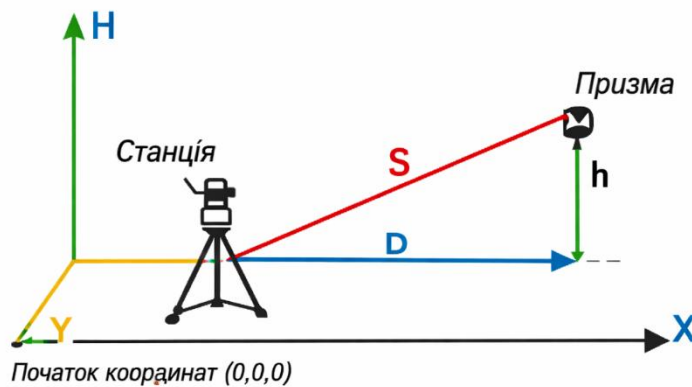

Рисунок 11.2 – Схема визначення координат шуканої точки
Якщо ввести координати станції, то прилад після виконання вимірювання автоматично розраховує та виводить на екран координати точки, які вимірюються, (цілі) відносно початку координат обраної системи (рис. 11.2).
2. Поясніть схему визначення координат шуканої точки рисунок 11.2.